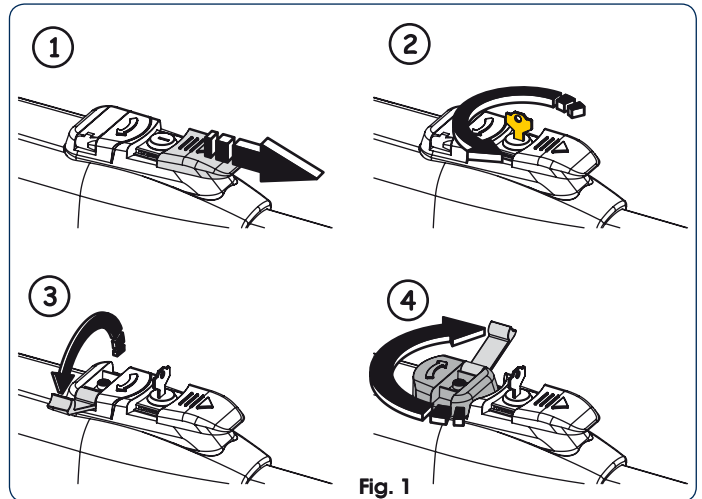

Fig. 1
2. Deslice el capuchón de protección, Fig. 1 - ①.
3. Introduzca la llave y gírela 90°, Fig. 1 - ②.
4. Levante la palanca de maniobra, Fig. 1 - ③.
5. Para desbloquear el operador, gire 180° la palanca de maniobra en la dirección indicada por la flecha presente en el sistema de desbloqueo, Fig. 1 - ④.